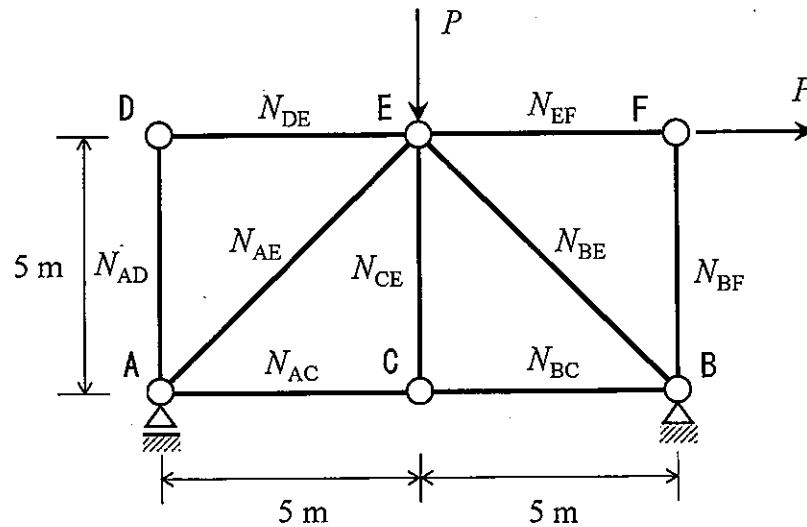

Fig. S-2
2. 図 S-2 に示す集中荷重を受けるトラス構造について次の問い 1)~4) に答えよ。ただし、各部材の曲げ剛性は EI であるとする。
Answer the following questions 1) to 4) about a truss structure subjected to concentrated loads shown in Fig. S-2. The bending stiffness of each member is EI .